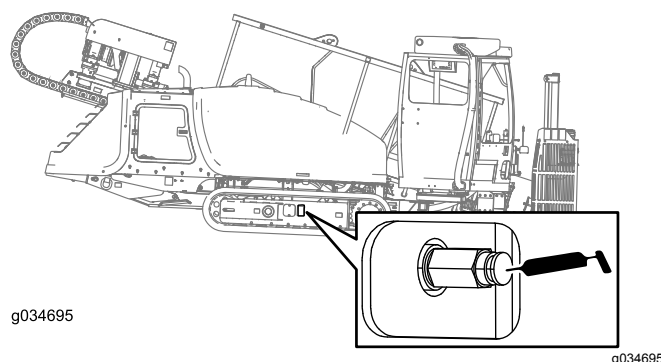

Figura 109
2. Remova a sujeira e as impurezas ao redor da válvula de alívio (Figura 109).
4. Aplique graxa na graxeira até a tensão atingir o valor de 31.026 kPa (4.500 psi) como mostra a figura Figura 109.
4. Gire a válvula de alívio no sentido anti-horário, **dando no máximo 1 volta** (Figura 109).